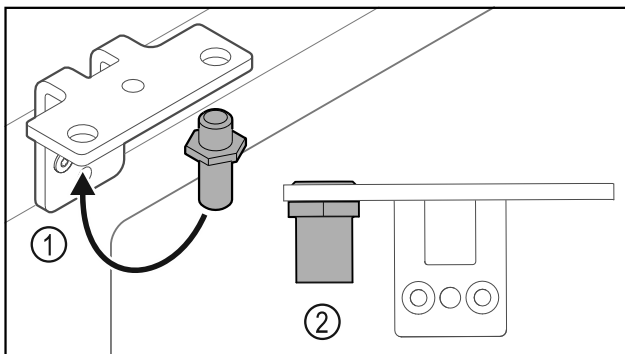

Fig. 31
- Bolzen Fig. 31 (1) im Scharnierwinkel umsetzen.
- Bolzen Fig. 31 (2) mit **Drehmoment von 12 Nm** anziehen.